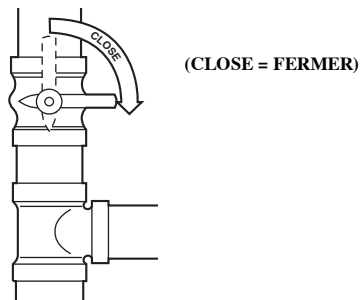

Fig. 7 - Fermer le robinet
2. Fermer le robinet de gaz externe manuel. Voir fig. 7.